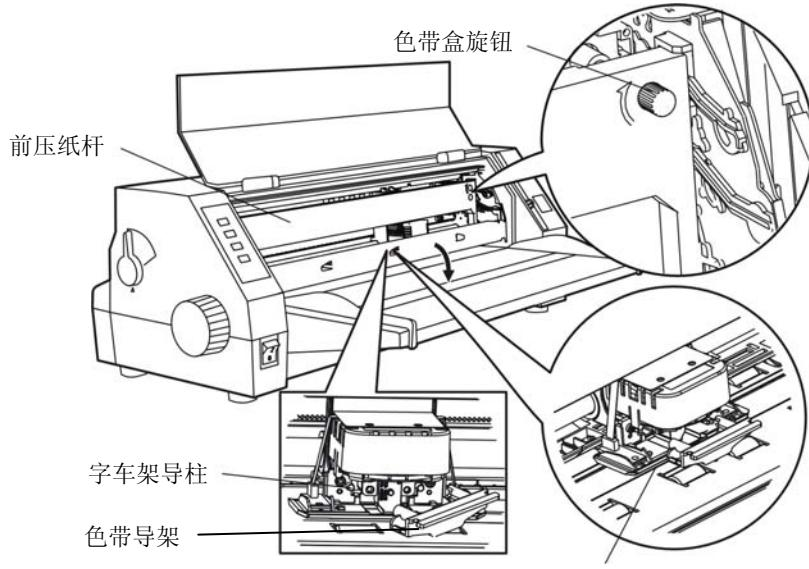

图 2-8 安装色带盒
6. 如图 2-8 所示, 抓住色带盒的两边, 使色带盒两边的卡扣对准打印机两侧的安装槽, 稍用力向前推进, 直到完全卡到位(发出咔嚓一声)。然后将色带导架对准字车架上的两个柱位, 按压到位。